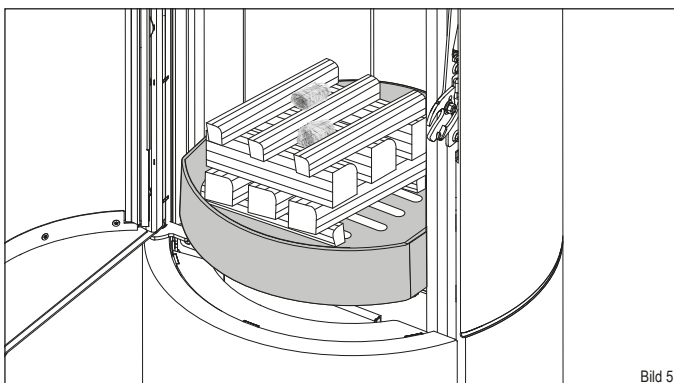

Bild 5
- ▶ Platzieren Sie die Holzscheite mittig auf dem Gußrost im Feuerraum (Bild 5):
- die ersten 2 (2) quer zur Feuerraumscheibe an das vordere und hintere Ende der Rostöffnung legen
- die nächsten 3 (1) drei in Längsrichtung zur Feuerraumscheibe auf die beiden ersten Stücke legen
- die nächsten 3 (1) quer darüber
- die letzten 3 (2) quer darüber
- die Anzündhilfe (3) mittig zwischen die oberen Holzscheite